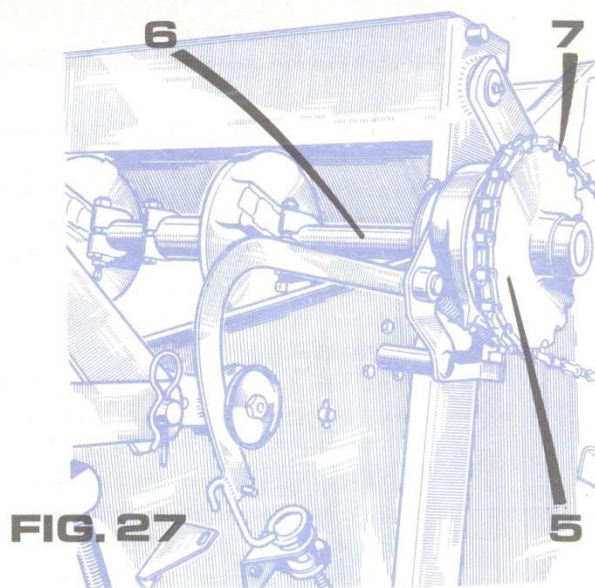
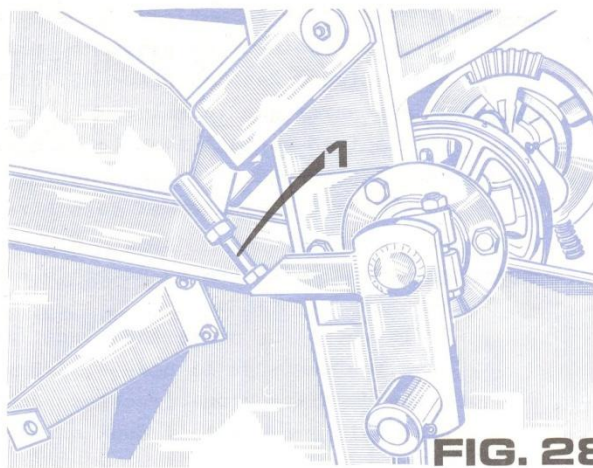

FIG. 27
FIG. 28
chien (4 figure 26) frotte sur la came de la cloche d'entraînement (5 figure 27) , chaque fois que cette dernière fait un tour, ce qui provoque l'usure anormale du système de déclenchement.
- démonter la chaîne de commande (7 figure 27) et vérifier que la cloche d'entraînement (5 figure 27) tourne librement sans frottement interne. Dans le cas contraire augmenter la longueur du poussoir (1 figure 28) jusqu'à obtenir ce résultat.